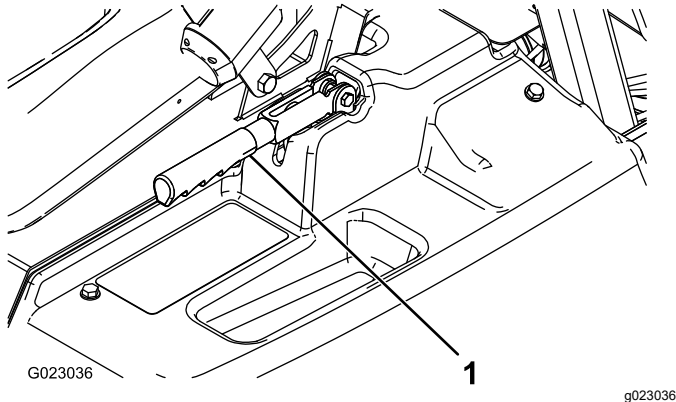

Figura 53
2. Allentate la vite a pressione che fissa la manopola alla leva del freno di stazionamento (Figura 53).